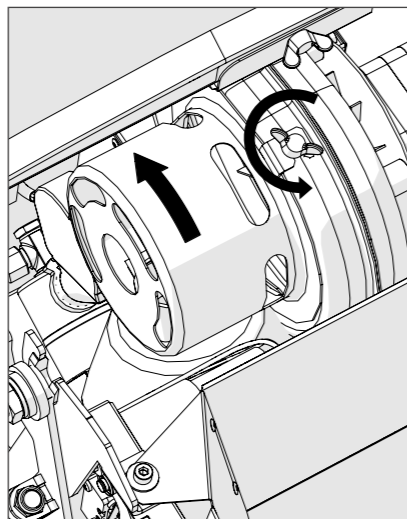

Ilustración 10
4. Afloje el tornillo de la tapa del ventilador (Ilustración 10).